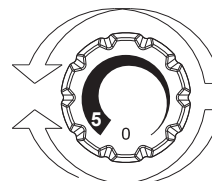

Fig. 2
- Le réglage de la température des deux compartiments est effectué en tournant le bouton du thermostat (Fig. 2). Sélectionner la position souhaitée :